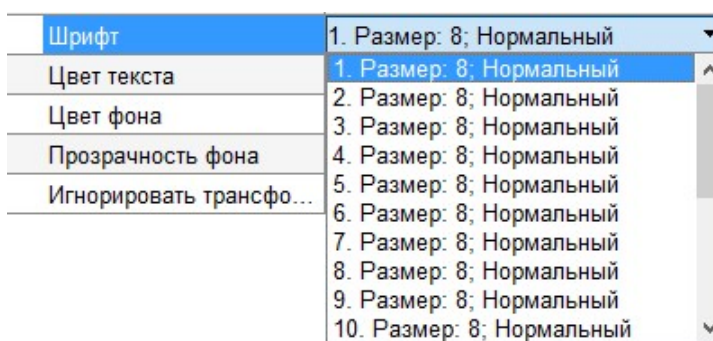

Рисунок 4.66 – Выбор шрифта из набора шрифтов для схемы
3. **«Шрифт»** текста. Шрифт выбирается из набора шрифтов для схемы (Рисунок 4.66).